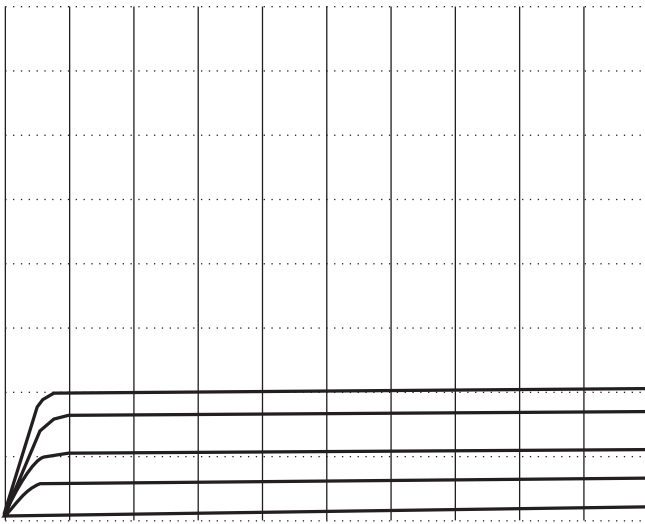

Bild 3
Bei der Inbetriebnahme ist der Basisstrom auf ein Minimum eingestellt (Bild 3). Die Einstellung der Schrittweite/Lage der Kurven bei Anwahl der Funktion MAX oder MIN ist in 3 Bereichen möglich. Dabei ist in jedem Bereich zusätzlich ein Offset in der Größe der halben Schrittweite zu berücksichtigen. Um quasi-kontinuierlich vom untersten in den obersten Bereich zu wechseln, ist der Drehknopf im Uhrzeigersinn zu betätigen. Beim Übergang vom Schritt 127 zum Schritt 128 erfolgt der Bereichswechsel, wobei die ersten 5 Schritte im neuen Bereich den ersten 5 Schritten im alten Bereich entsprechen.
Wird der HM6042 eingeschaltet und es ist kein Bauteil angeschlossen, so erscheint auf dem Bildschirm eine horizontale Linie. Wird ein Bipolar-NPN-Transistor angeschlossen und die Messung durch Druck auf die Taste DUT ⑭ aktiviert, erscheint eine mehr oder weniger stark gefächerte Kurvenschar mit 5 Kurven ähnlich der Darstellung in Bild 3. Dabei sollte die Einstellung der Maximalwerte so gewählt sein (2 mA; 2 V; 0,04 W), dass das DUT die geringst mögliche Belastung erfährt. Wird z.B. ein NPN-Transistor als Prüfling eingesetzt und irrtümlicherweise PNP als Typvorgabe gewählt, schaltet der HM6042 nach einer kurzen Überprüfung des Bauteils den Ausgang ab. Auf dem Display ④ erscheint die Meldung „Output OFF“.